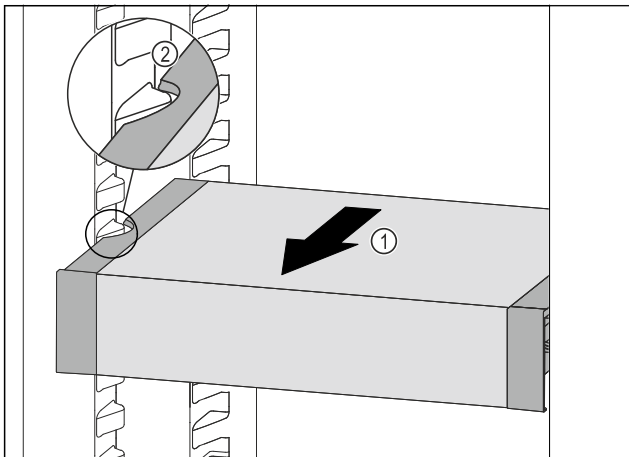

Fig. 82
► Tire del VarioSafe hacia delante Fig. 82 (1) hasta que los huecos laterales del VarioSafe se encuentren a la altura de la nervadura del recipiente en el compartimento del frigorífico. Fig. 82 (2)